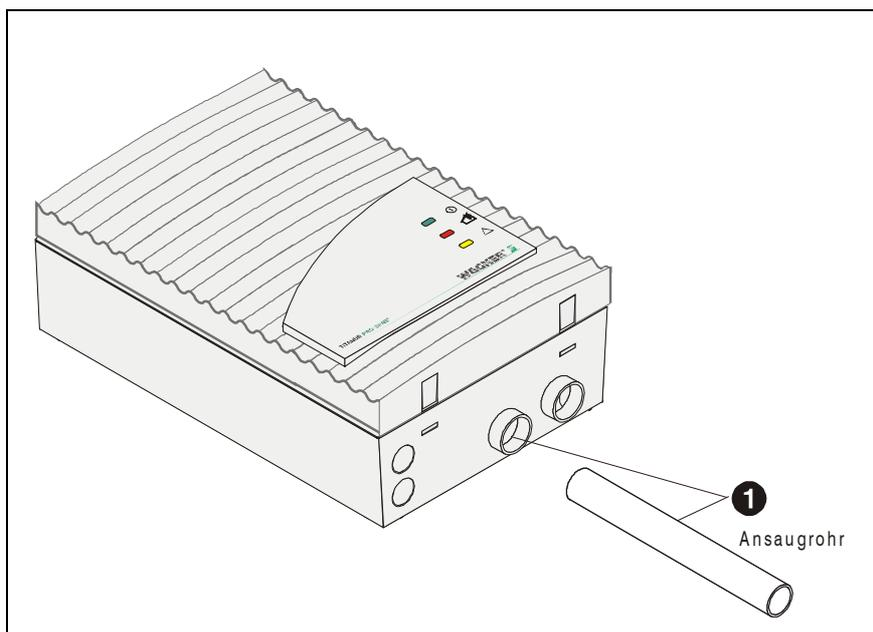

Abb. 5.7: Anschluss des Ansaugrohrs an das Rauchansaugsystem TITANUS PRO · SENS®
- ❶ Um das Ansaugrohr mit dem TITANUS PRO · SENS® zu verbinden, stecken Sie es in den hierfür vorgesehenen Rohranschluss (siehe Abb. 5.7).